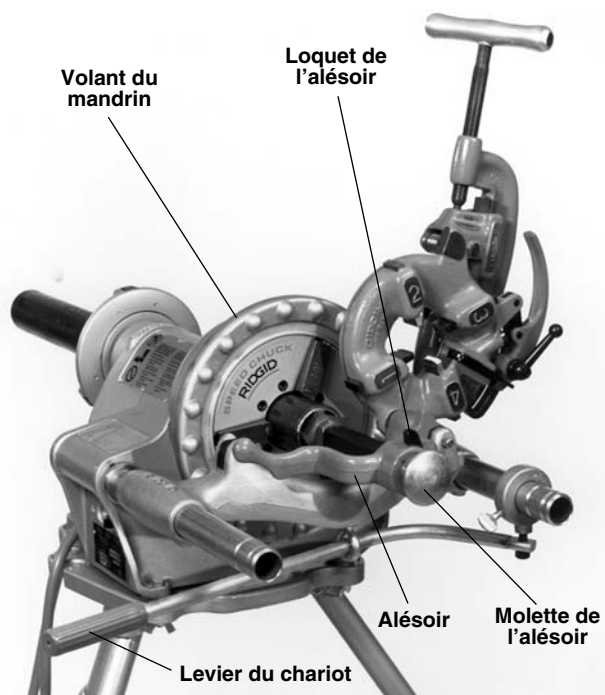

Figure 10 – Alésage des tuyaux à l'aide de l'alésoir N° 341
1. Ramenez le bras de l'alésoir en position d'alésage (Figure 10).